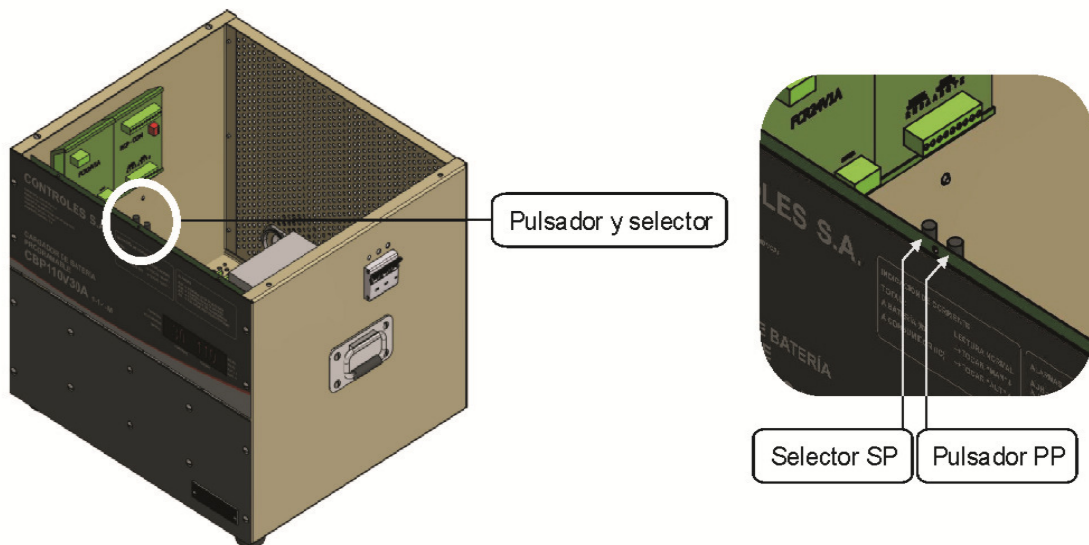

Figura 19
Los mandos de calibración se acceden en el interior del cargador, en la tarjeta de control RCPCTRL situada en la parte frontal superior (Figura 19). El selector de dos posiciones SP permite seleccionar si se calibra tensión o corriente y el pulsador PP que habilita la calibración.
- 2) Seleccionar la posición del SELECTOR SP adentro para calibrar tensión, afuera para calibrar corriente (ver Figura 19 en capítulo "FUNCIONAMIENTO DEL EQUIPO")